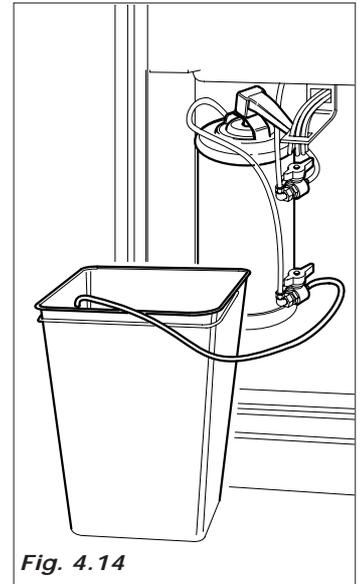

Fig. 4.14
- dejar circular el agua hasta que salga limpia (Fig.4.14)